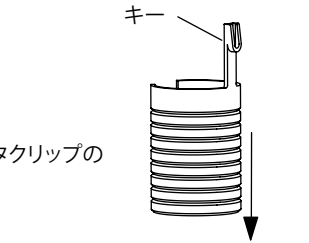

図 23
- ・ サドルハイトインサートをシートチューブの上部に押し込み、キーとスロットを合わせます (図23)
- ・ キーをスロットのベースに掛けます (図23)
- ・ シートポストをフレームの下側に取り付けます (図23)。シートポストはきれいにしてから取り付けてください